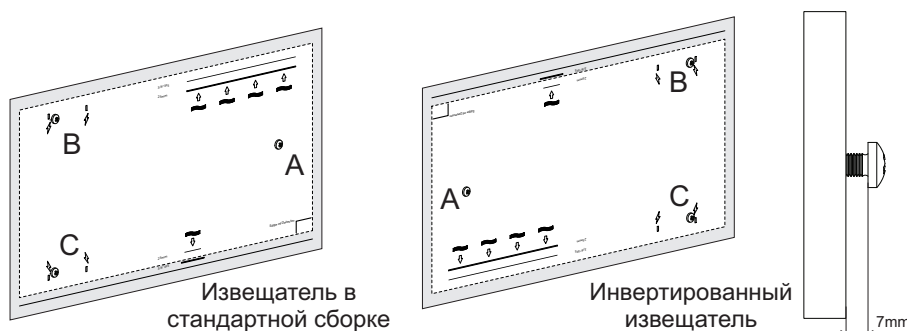

Рис. 4-24: Вставка крепежных винтов
3. Вставьте два винта с полукруглой головкой М4 в точки А и В так, чтобы головки винтов выступали из стены на 7 мм (Рис. 4-24). Просверлите отверстие в точке С для дальнейшей вставки винта, как описано в п. 12.